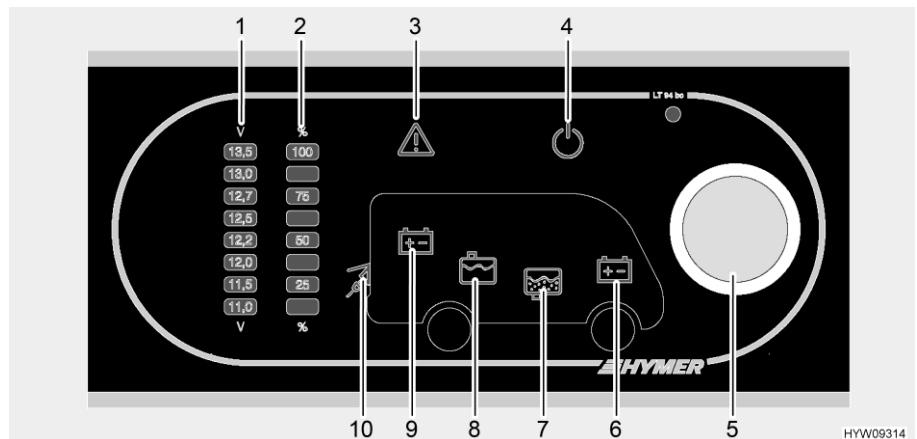

Bild 96 Panel (LT 94)
Der Drehtaster (Bild 96,5) schaltet das Panel und die 12-V-Versorgung des Wohnraums ein und aus.
Einschalten: ■ Den Drehtaster (Bild 96,5) drücken: Die 12-V-Versorgung des Wohnraums ist eingeschaltet. Die 12-V-Kontroll-Leuchte (Bild 96,4) leuchtet.
Ausschalten: ■ Den Drehtaster (Bild 96,5) drücken: Die 12-V-Versorgung des Wohnraums ist ausgeschaltet. Die 12-V-Kontroll-Leuchte (Bild 96,4) erlischt.
Über den Drehtaster (Bild 96,5) lässt sich sowohl die Spannung der Wohnraumbatterie als auch die Spannung der Starterbatterie abfragen. Die Spannung wird an der Anzeigeskala für Batteriespannung (Bild 96,1) angezeigt.
Anzeigen: ■ Drehtaster (Bild 96,5) drehen, bis das Symbol der Batterie leuchtet, deren Spannung abgefragt werden soll.
Spannung der Wohnraumbatterie wird angezeigt (Bild 96,9)
Spannung der Starterbatterie wird angezeigt (Bild 96,6)
- Spannung an der Anzeigeskala Batteriespannung (Bild 96,1) ablesen.
Über den Drehtaster (Bild 96,5) lässt sich sowohl der Füllstand des Wassertanks als auch der Füllstand des Abwassertanks abfragen. Der Füllstand wird an der Anzeigeskala Tankfüllstand (Bild 96,2) angezeigt.
- Drehtaster (Bild 96,5) drehen, bis das Symbol des Tanks leuchtet, dessen Füllstand abgefragt werden soll.
Füllstand des Wassertanks wird angezeigt (Bild 96,8)
Füllstand des Abwassertanks wird angezeigt (Bild 96,7)
- Füllstand an der Anzeigeskala Tankfüllstand (Bild 96,2) ablesen.
Die Warnleuchte Alarm (Bild 96,3) blinkt, sobald festgelegte Grenzwerte überschritten oder unterschritten werden.
Die Warnleuchte Alarm (Bild 96,3) blinkt, sobald die Spannung der Batterie 11 V unterschreitet. Wenn die 12-V-Versorgung eingeschaltet ist, leuchtet zusätzlich das entsprechende Batteriesymbol (Bild 96,6 oder 9), und die Anzeige "11,0" auf der Anzeigeskala Batteriespannung (Bild 96,1) blinkt. Tiefentladung droht.
Die Warnleuchte Alarm (Bild 96,3) blinkt und das entsprechende Tanksymbol (Bild 96,7 oder 8) leuchtet, sobald der Wassertank leer oder der Abwassertank voll ist.
Die 230-V-Kontroll-Leuchte (Bild 96,10) leuchtet, wenn am Eingang des Elektroblocs Netzspannung vorhanden ist.